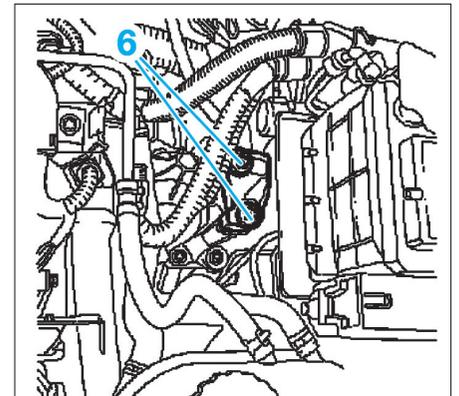

FIG. 7
- le support boîte de vitesses (6) (Fig.7).